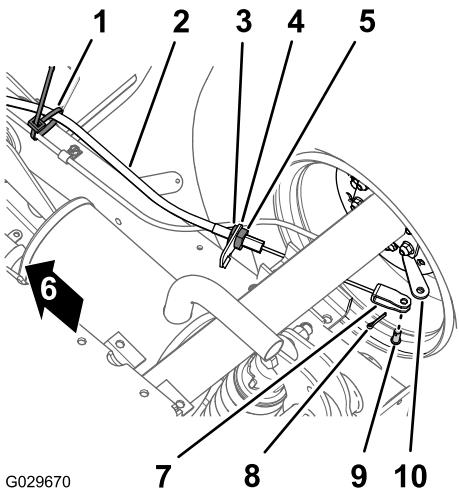

Bild 43
1. Entfernen Sie an der Unterseite der Maschine die Kabelbinde, mit der der Feststellbremszug an der Betriebsbremsenleitung befestigt ist (Bild 43).
2. Markieren Sie einen Drehstreifen an der vorderen Klemmmutter für den Feststellbremszug (Bild 43).
3. Lockern Sie die hintere Klemmmutter und nehmen den Zug von der Bremszughalterung ab (Bild 43).
4. Entfernen Sie den Splint und den Lastösenbolzen, mit denen die Lastöse für den Feststellbremszug am Bremsbetätigungshebel ist, und schließen Sie den Zug vom Hebel ab (Bild 43).
1. Verlegen Sie den Gewindesteller des Feststellbremszugs zur Bremszughalterung und den Lastösenbolzen zum Bremsbetätigungshebel (Bild 43).
3. Fluchten Sie den Gewindesteller des Feststellbremszugs mit der Bremszughalterung aus ziehen die hintere Klemmmutter an (Bild 43).